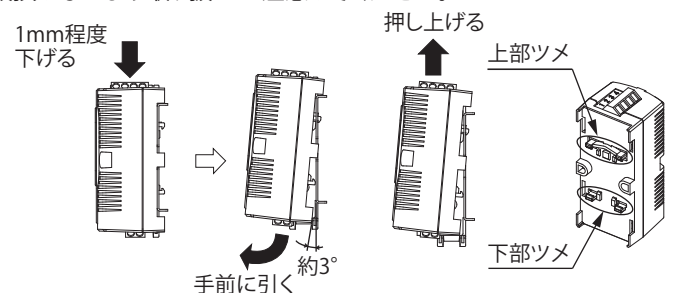

図9
1. 本体を 1mm 程度押し下げながら、手前に約 3°の角度に傾くまで引きます。(図 9)